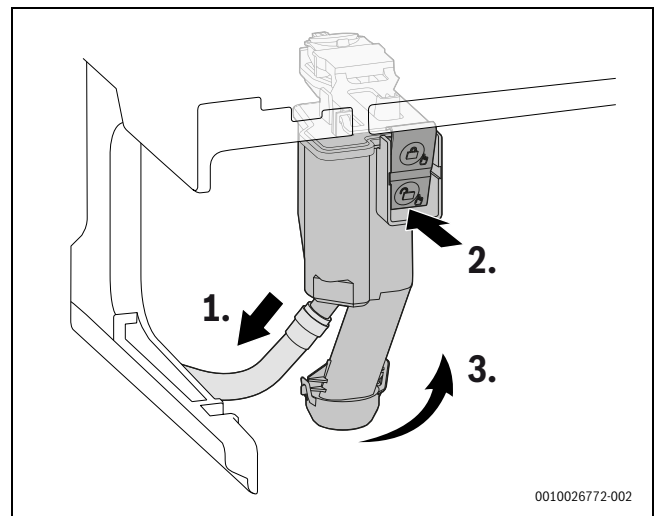

Bild 177 Kondensatsiphon ausbauen
- Kondensatsiphon aus dem Gerät nehmen (→ Bild 177, Seite 81).